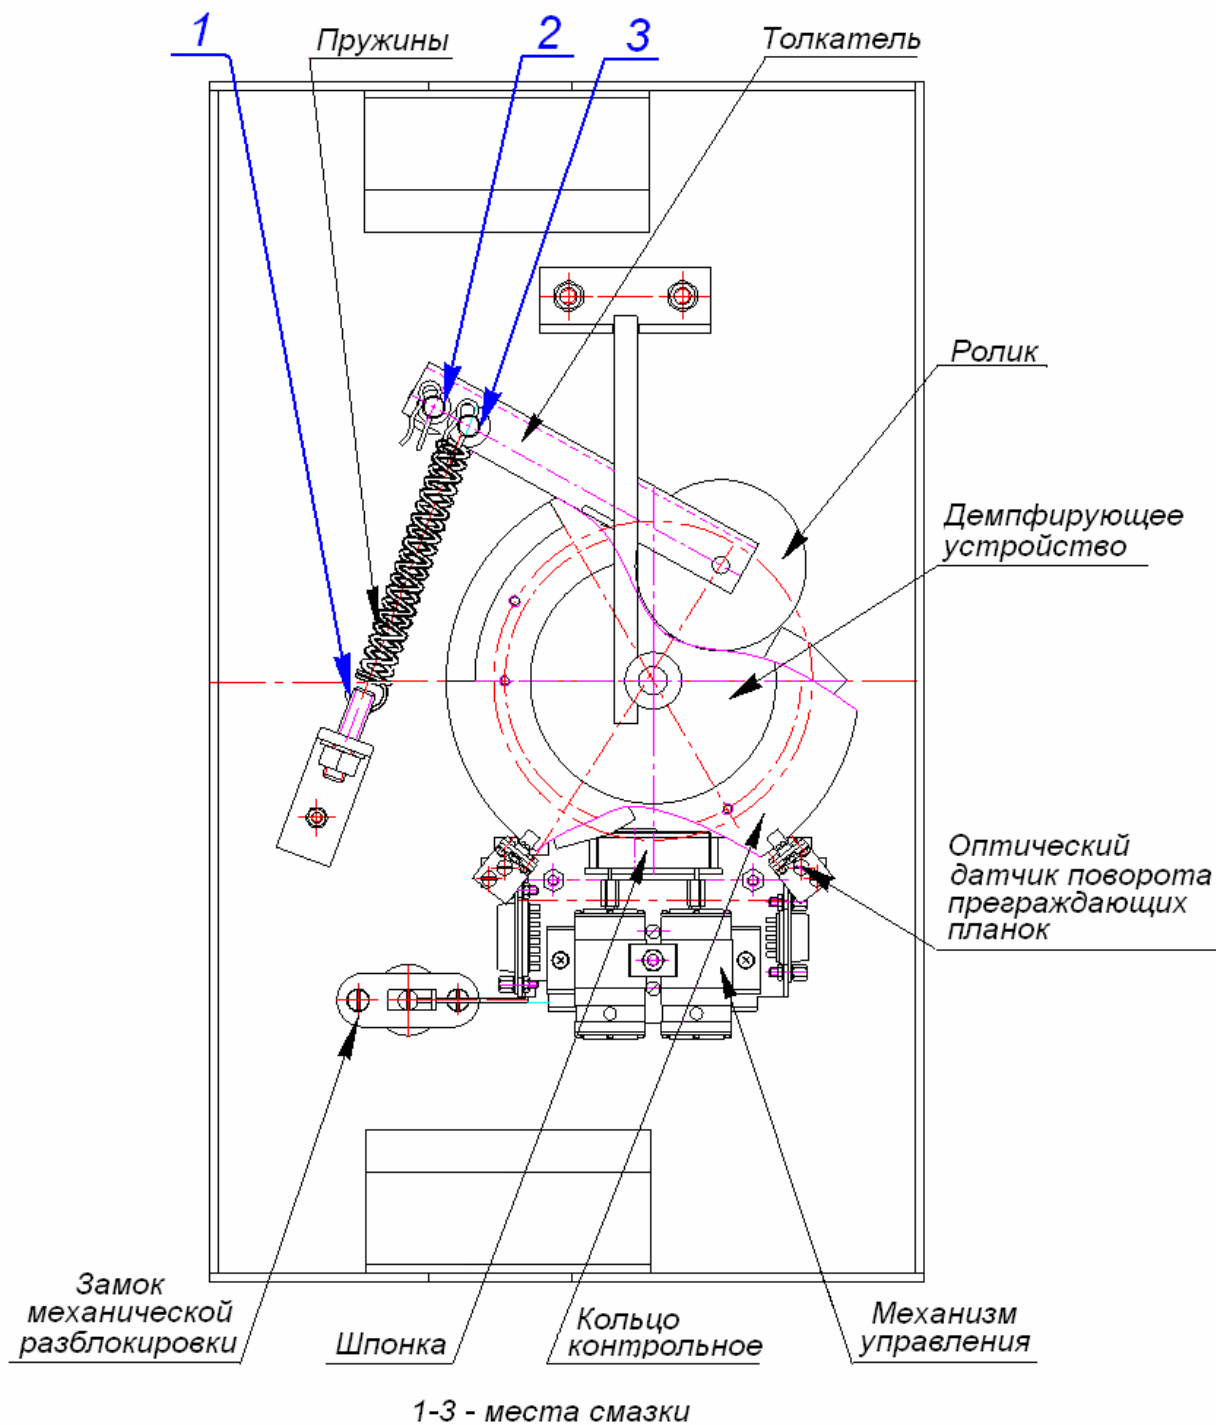

Рисунок 9 – Расположение внутренних деталей и узлов стойки ЭП
- снимите крышку (3) в порядке, указанном в разделе 6;
- осмотрите устройство доворота (толкатель, пружины и ролик), оптические датчики поворота преграждающих планок и демпфирующее устройство (см. рисунок 9);
- механизмы секретности замка механической разблокировки (7) и замка крышки (4) со стороны замочной скважины;
- проверьте крепление преграждающих планок (5), для этого:
- отверните отверткой винт М4×25 крепления крышки (6) и снимите крышку;